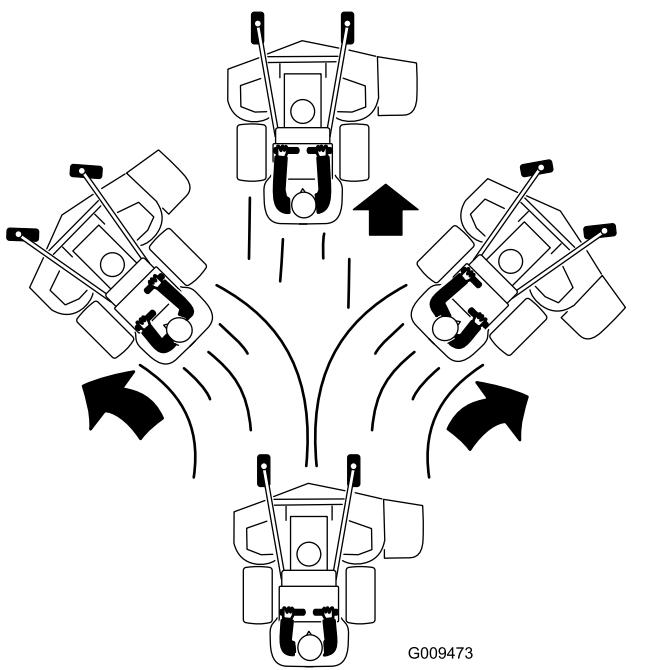

Figure 19
- 3. Poussez les leviers de commande de déplacement lentement en avant (Figure 19).